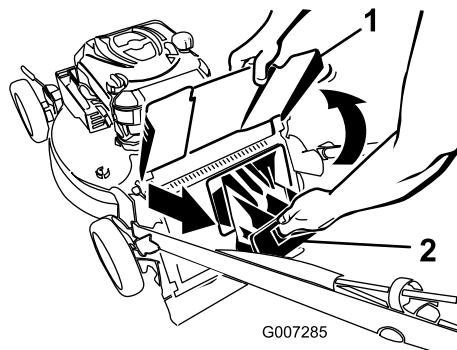

Figura 20
2. Levante y sujeté el deflector de descarga (Figura 20).
3. Saque el tapón de descarga trasero (Figura 20).